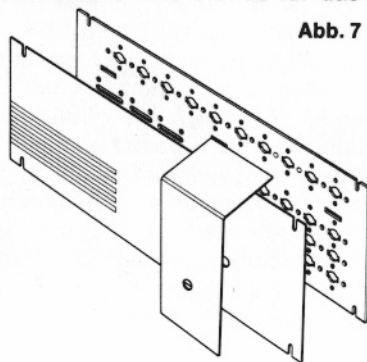
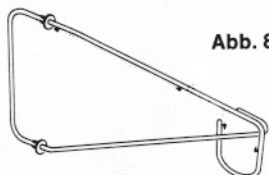
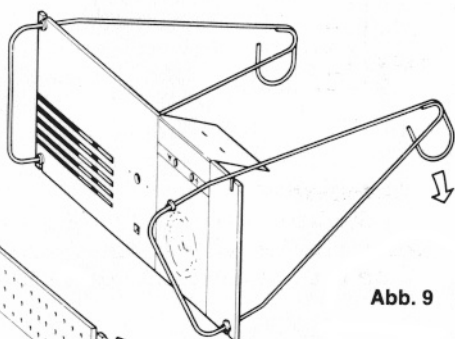
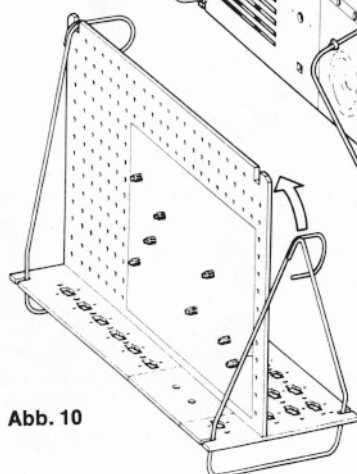

Abb. 7
Abb. 8
Abb. 9
Abb. 10
aus. Lege die Frontkarte so auf die Vorderplatte, daß die Löcher übereinstimmen und daß die Schlitze für den Lautsprecher links unten sind. Bei einigen Geräten legst du noch die Blende über den dunklen Streifen auf der Frontkarte und klappst den überschüssigen Teil nach hinten (Abb. 7). Nimm jetzt die beiden Haltebügel (37) und schiebe auf jeden zwei Unterlegscheiben (35) bis zu den Anschlagstellen (Abb. 8) und stecke dann die Vorderplatte in die beiden Haltebügel. Die vier Auskerbungen der Vorderplatte werden bis an die Unterlegscheiben gedrückt (Abb. 9). Setze nun die Grundplatte mit ihren Zapfen in die Schlitze der Vorderplatte ein. Dadurch wird der umgeklappte Teil der Blende festgehalten. Schiebe nacheinander die beiden Haltebügel auf die Grundplatte bis sie fest in den Aussparungen sitzen (Abb. 10). In die Löcher der Frontkarte werden nun die einzelnen Teile montiert. Aus der jeweiligen Abbildung bei den verschiedenen Geräten ersiehst du, wo die Teile eingebaut werden.